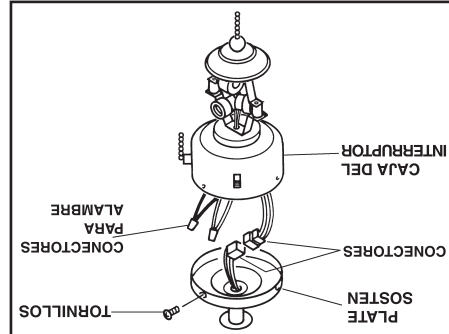

FIG. 19
Paso 3. Quite los tornillos del plato sosten de la caja del interruptor. Sostenga la caja del interruptor y acerca del plato y enchufe los conectores de los alambres. (Fig. 19) Meta los alambres cuidadosamente dentro de la caja del interruptor y coloque la sobre el plato sosten al mismo tiempo que alinea los agujeros. Asegurela con los tres tornillos que quite previamente.